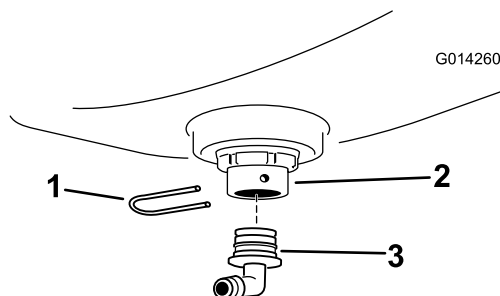

Bild 5
4. Bringen Sie ein 90-Grad-Anschlussstück am Schott an und befestigen Sie es mit einem Gabelbolzen (Bild 5).